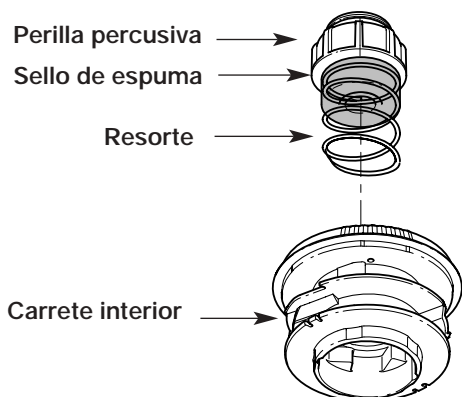

Fig. 20
1. Saque la perilla percusiva, el resorte y el sello de espuma girando la perilla percusiva en sentido antihorario (Fig. 20).
2. Saque el botón de tope, el resorte y el sello de espuma (Fig. 20).
7. Coloque la botón de tope, el resorte y el sello de espuma en la bobina exterior (Fig. 20).